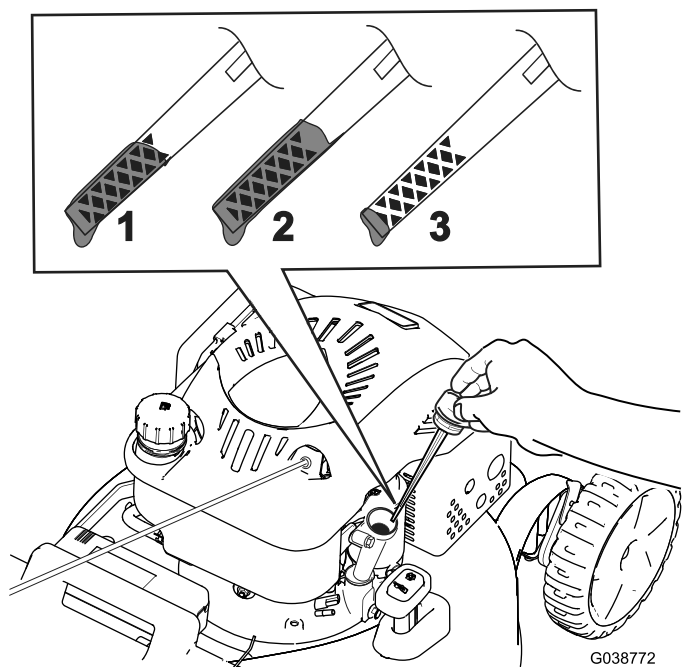

Figura 11
2. Retire la varilla girando el tapón en el sentido contrario a las agujas del reloj y tirando del mismo (Figura 11).
5. Observe en la varilla el nivel de aceite (Figura 11).
- Si el nivel de aceite de la varilla es demasiado bajo (Figura 11), vierta con cuidado una pequeña cantidad de aceite
- Si el nivel de aceite de la varilla es demasiado alto (Figura 11), drene el exceso de aceite hasta que el nivel de aceite en la varilla sea correcto; consulte Cambio del aceite del motor (página 18).